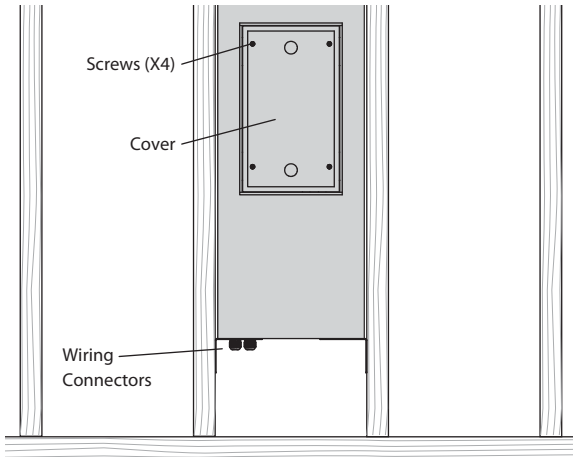

Fig. 3. Remoção da tampa
1. Remova a tampa da parte traseira da lata, desapertando os quatro parafusos que a prendem no lugar (Fig. 3).